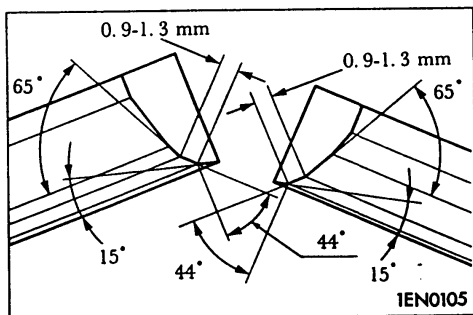

图 4-12
(1) 在修正气门座之前, 检查气门导套与气门之间的间隙。必要时应更换气门导管。
(2) 用适当的专门工具或气门座研磨机修正气门座, 以达到规定的座面宽度和角度。
(3) 在修正气门座之后, 用研磨膏研磨气门与气门座, 然后检查气门杆凸出高度(参照前面气门座的检查步骤)(见图 4-12)。